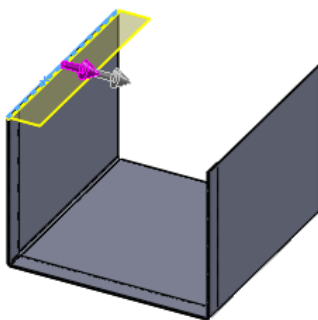
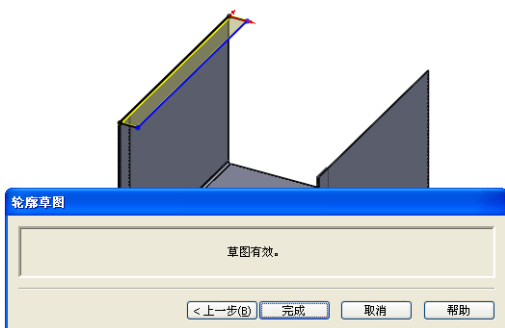
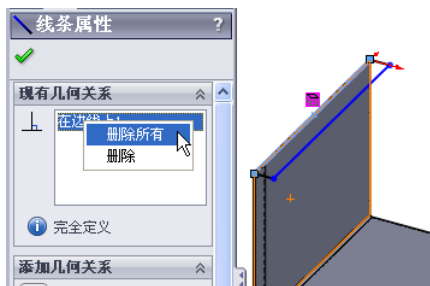
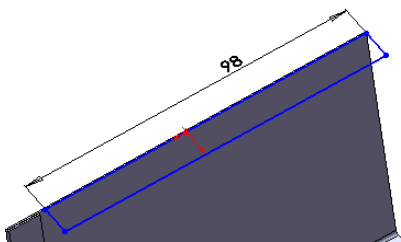

图 10-149 拾取边线
图 10-150 编辑法兰轮廓
图 10-151 删除约束关系
图 10-152 编辑尺寸
2) 单击鼠标拾取如图 10-149 所示的边线，然后单击属性管理器中的“编辑法兰轮廓”按钮，进入编辑法兰轮廓状态，如图 10-150 所示。单击如图 10-151 所示的边线，删除其“在边上”的约束，然后通过标注智能尺寸，编辑法兰轮廓，如图 10-152 所示。单击“完成”按钮，结束对法兰轮廓的编辑。